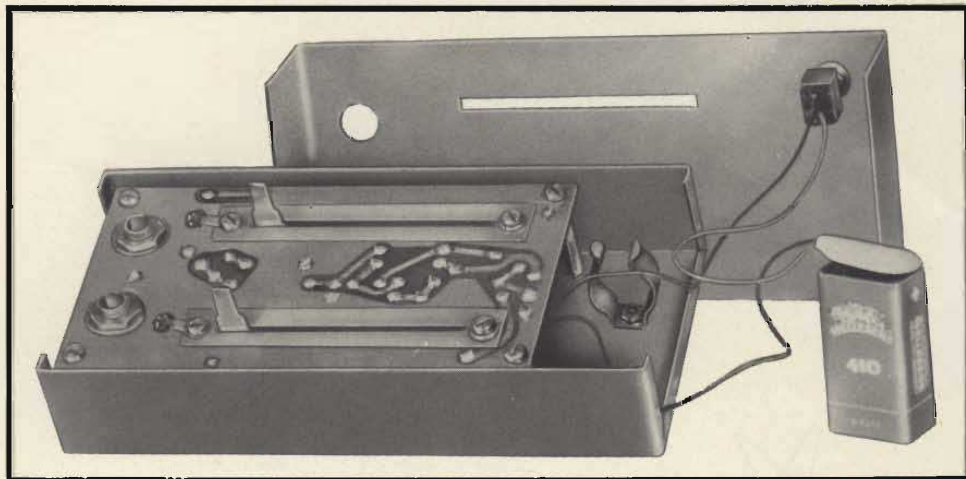

Fig. 7 - Aspetto del distorsore per chitarra elettrica a montaggio ultimato.
- La fig. 7 dà una visione d'insieme.